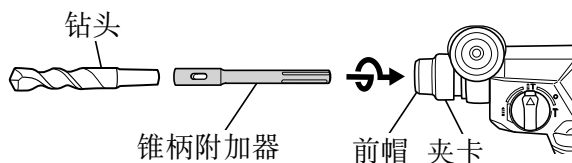
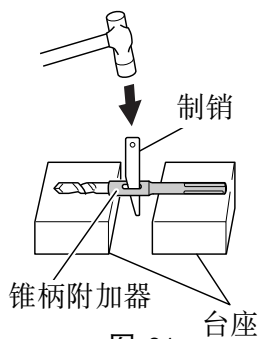

图 30
图 31
- (1) 把锥柄附加器安装在电动锤钻上。(图 30)
- (2) 把钻头 (锥柄) 安装在锥柄附加器上。(图 30)
- (3) 接通开关，按预定深度钻开一个孔口。
- (4) 拆卸钻头时，可将制销插入锥柄附加器的缝隙，把钻头放在台座上，用锥子敲打制销头部。(图 31)